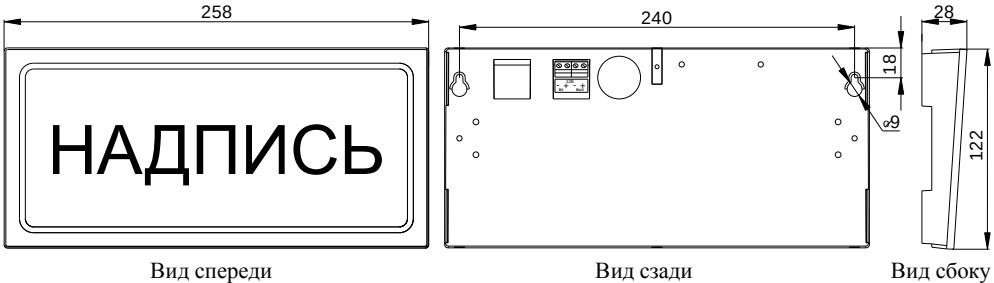

Рис.1 Внешний вид, габаритные и установочные размеры корпуса оповещателя
| Габаритные размеры, мм                                         | см.рисунок 1           |
- согласно установочным размерам (см. рисунок 1) просверлить в стене отверстия, вставить в них дюбеля и вкрутить шурупы;